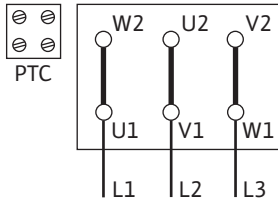
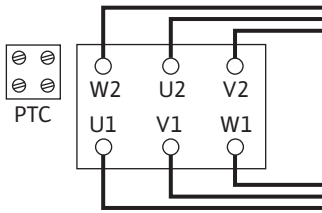

Fig. 5: Y-Δ-käynnistys
Fig. 6: Δ-liitäntä
- Verkkoliitäntä riippuu moottoritehosta P2, verkkojännitteestä ja käynnistystavasta. Katso tarvittava yhdyssiltojen kytkentä liitäntäkoteloon seuraavasta taulukosta sekä kuvista Fig. 5 ja Fig. 6.
Y-Δ-käynnistys (vakio)	Poista yhdyssillat (Fig. 5).
Käynnistys pehmokäynnistimellä	Δ-kytkentä (Fig. 6)